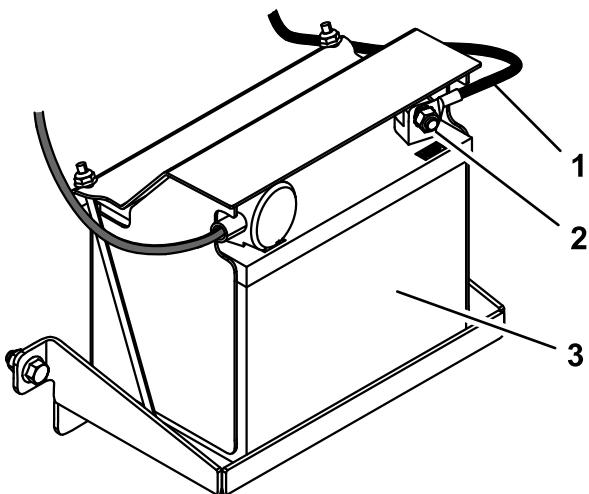

Figure 6
2. Connectez le câble négatif de la batterie à la borne négative (-) de la batterie au moyen du boulon et de l'écrou fixés au câble (Figure 6).